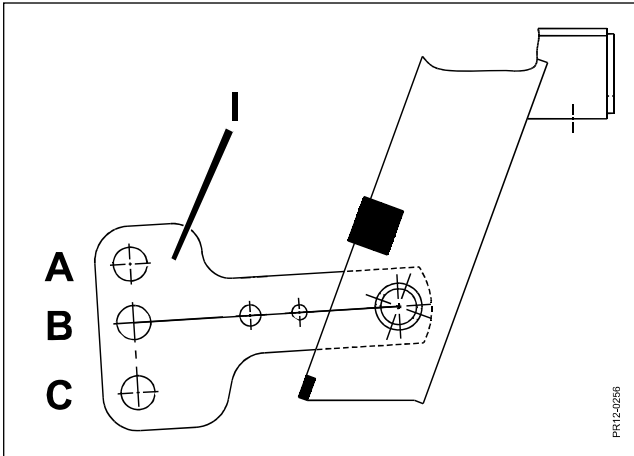

Fig. 3-1
- Fig. 3-1** 3) Connettere i bracci del trattore alla macchina. Scegliere il foro di mezzo **B** nel braccio **I** sul punto di aggancio sinistro.